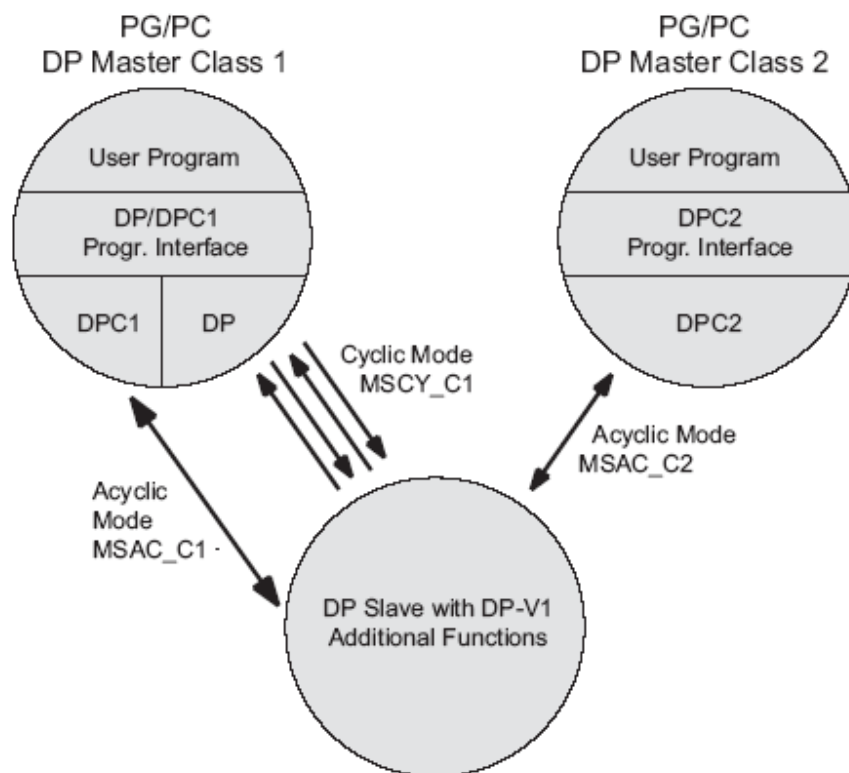

图 22
(B) 根据需要添加其它的 OPC 变量，然后打开监控，进行读写测试，如图 22 所示。
在实际的现场应用中，上位机的应用程序也可以不通过 OPC 的方式和 DP 从站通信，这需要上位机的应用程序支持 PROFIBUS DP 协议。例如，WinCC 中可以加载 PROFIBUS DP 通道，而用户也可以调用 DP API 函数编写自定义接口的应用程序，如图 22 所示。
用户调用相应的 DP API 函数编写自定义接口的应用程序(Application)和 PROFIBUS 通信卡，可以作为 DP Master Class 1（一类主站）或 DP Master Class 2（二类主站）访问 DP 从站的 I/O 数据区域（DP-V0 的循环数据）或数据记录（DP-V1 的非循环数据），如图 22 所示。